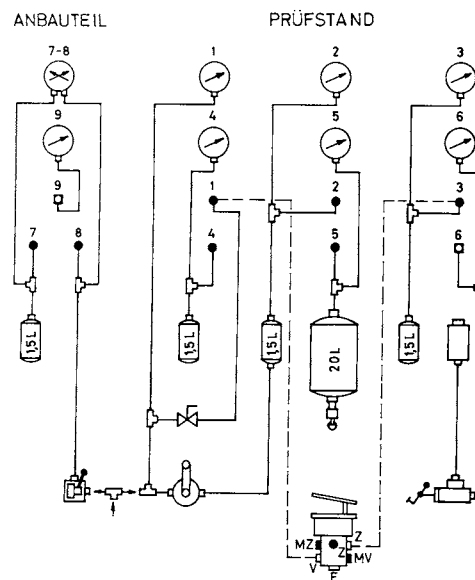

Abb. 7
- Schlauchanschluß 1 nach Prüfschema anschließen (Abb. 7). Absperrhahn öffnen.
- Schlauchanschluß 3 nach Prüfschema (Abb. 7) anschließen.